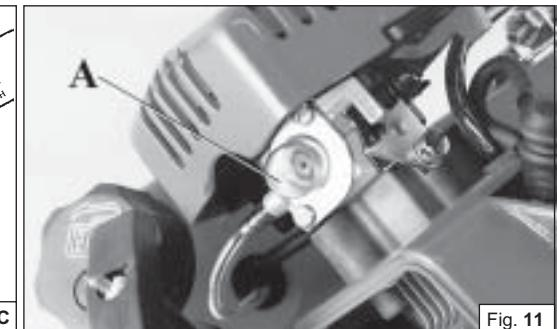
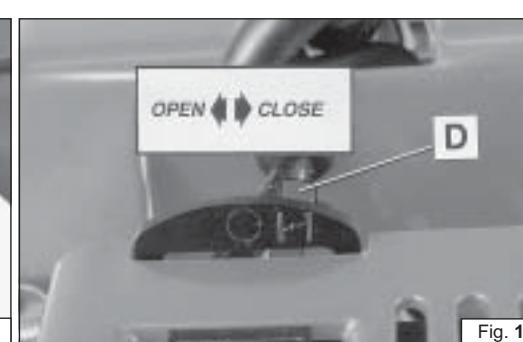

Fig. 11
Fig. 13
Caricare il carburatore premendo il bulbo (A, Fig. 11). **LAV** - Tirare la leva acceleratore (B) e bloccarla in semi-accelerazione portando l'interruttore (A, Fig. 12 B) in posizione "START"; rilasciare la leva (B).
Portare la leva starter (D, Fig. 13) in posizione "CLOSE". Appoggiare il decespuglia-tore sul terreno in posizione stabile. Verificare che il disco sia libero di girare. Tenendo fermo il decespugliatore, tirare lentamente la funicella d'avviamento fino ad incontrare resistenza (Fig. 14). Tirare energicamente alcune volte ed ai primi scoppi del motore riportare la leva starter (D, Fig. 13) nella posizione originale "OPEN". Ripetere la manovra di avviamento finché il motore non parte. A motore avviato, premere l'acceleratore (B, Fig. 12 A-B) per sbloccarlo dalla posizione di semiaccelerazione e portare il motore al minimo.
Remplir le carburateur en agissant sur la pompe (A, Fig. 11). **LAV** - Tirez le levier de l'accélérateur (B) et mettez l'interrupteur (A, Fig. 12 B) sur START pour bloquer en demi-accelération; puis relâchez le levier (B). **BAV** - Mettez l'interrupteur (A, Fig. 12 A) sur START. Tirez le levier de l'accélérateur (B) et appuyez sur le poussoir (C) pour bloquer en demi-accelération, puis relâchez le levier (B). Mettez le levier starter (D, Fig. 13) sur CLOSE. Posez la débroussailleuse sur le terrain en position stable et vérifiez si le disque tourne librement. En tenant la débroussailleuse tirez lentement la cordelette de démarrage jusqu'à ce que vous sentiez une certaine résistance (Fig. 14). Tirez énergiquement plusieurs fois et aux premières détonations du moteur remettez le levier du starter (D, Fig. 13) dans sa position d'origine OPEN. Répétez cette manœuvre de démarrage jusqu'à ce que le moteur parte. Une fois parti appuyez sur l'accélérateur (B, Fig. 12 A-B) afin qu'il sorte de sa position de demi-accelération et faites tourner le moteur au ralenti.
Fill the carburetor by pushing primer bulb (A, Fig. 11). **LAV** - Pull the throttle lever (B) and stop it at half-throttle put the ON/OFF switch (A, Fig. 12 B) in the START position then release the lever (B). **BAV** - Put the ON/OFF switch (A, Fig. 12 A) in the START position. Pull the throttle lever (B) and stop it at half-throttle by pressing the button (C), then release the lever (B). Put the choke lever (D, Fig. 13) in the CLOSE position. Place the brush cutter on the ground in a stable position. Check that the blade is free. Holding the brush cutter down, pull the starting rope slowly until you meet resistance (Fig. 14). Then pull it hard several times, and when the engine starts put the choke lever (D, Fig. 13) back into its original position OPEN. Repeat until the engine starts. Once the engine has started, press throttle trigger (B, Fig. 12 A-B) to release it from the half-throttle position and let the engine idle.
Drücken Sie Starterpumpe (A, Abb. 11).
Den Chokehebel (D, Abb. 13) in Stellung CLOSE bringen. Die Motorsense in standfester Position auf den Boden legen. Sich vergewissern, daß das Schneidwerkzeug frei drehen kann. Die Motorsense fest umschließen und mit der anderen Hand langsam den Starterzug ziehen, bis ein Widerstand spürbar wird. Danach einige Male energisch durchziehen bis die ersten Motorzündungen hörbar werden (Abb. 14). Dann den Chokehebel wieder in Stellung OPEN bringen (D, Abb. 13). Diesen Vorgang wiederholen, bis der Motor anspringt. Sobald der Motor angesprungen ist, kurz gasgeben, um den Gashebel aus Halbgasstellung zu lösen (B, Abb. 12 A-B) und den Motor auf Leerlauf bringen.
Cebar el carburador pulsando la burbuja transparente (A, Fig. 11).
Ponga la palanca del cebador (D, Fig. 13) en posición CLOSE. Apoye la desbrozadora en el suelo, en posición estable. Controle que el disco gire libremente. Manteniendo firme la desbrozadora, tire lentamente la cuerda de arranque hasta que encuentre resistencia (Fig. 14). Tire energicamente cuantas veces sea necesario, hasta oír las primeras explosiones ponga la palanca del cebador (D, Fig. 13) en la posición original OPEN. Repita la maniobra hasta que el motor arranque. Una vez arrancado, apriete el acelerador (B) (Fig. 12 A-B) para desbloquearlo de la posición de semiaceleración y déjelo funcionar al mínimo.
Vulde carburatordoortredrukker op de vlotterbalg (A, Fig. 11). **LAV** - Trek de gashendel (B) geheel in en vergrendel zet de aan/uit schakelaar (A, Fig. 12 B) in de START positie; gelijktijdig in te drukken en deze vast te houden en gashendel (B) los te laten.
BAV - Zet de aan/uit schakelaar (A, Fig. 12 A) in de START positie. Trek de gashendel (B) geheel in en vergrendel deze door knop (C) gelijktijdig in te drukken en deze vast te houden en gashendel (B) los te laten. Zet chokehendel in de CLOSE positie (D, Fig. 13). Plaats de bosmaaiier stabiel op de grond en let er op dat het maaiblad vrij rond kan draaien. Druk met één hand op de bosmaaiier en trek met de andere hand aan het startkoord tot er weerstand wordt gevoeld. Trek dan met een stevige ruk in herhaal dit tot de motor even loopt (Fig. 14). Zet dan de chokehendel terug (D, Fig. 13) in de OPEN positie en trek nogmaals om de motor te starten. Als de motor draait, het gashendel (B) (Fig. 12 A-B) even intrekken om de halfgas vergrendeling los te laten en de motor stationair te laten lopen.
Encher o carburador com gasolina pressionando o bulbo (A, Fig. 11).
Ponha a alavanca de acelerador (D, Fig. 13) na posição CLOSE. Ponha a roçadora no chão, numa posição estável e verifique se o disco roda livremente. Mantendo a roçadora firme puxe lentamente o cordão de arranque até sentir uma certa resistência (Fig. 14). Puxe energicamente várias vezes e às primeiras explosões do motor ponha a alavanca de filtro de ar (D, Fig. 13) na posição inicial OPEN. Repita a manobra até que o motor arranque. I logo que esteja a funcionar aperte o acelerador (B, Fig. 12 A-B) a fim de que ele saia da posição de semi-aceleração e deixá-lo funcionar ao mínimo.